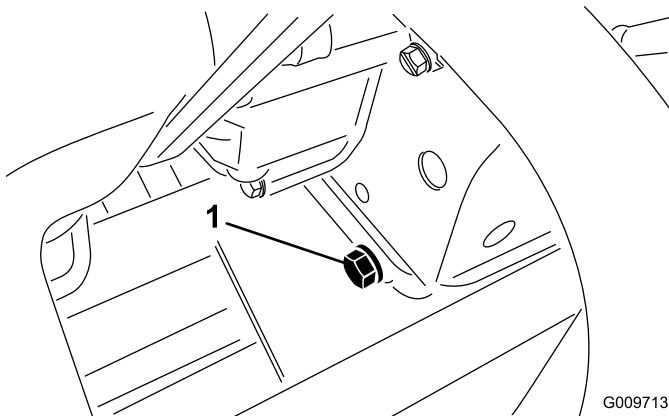

Bild 58
1. Entfernen Sie die hintere Ablassschraube (Bild 58) und lassen das Öl in ein Auffanggefäß ab. Schrauben Sie die Ablassschraube wieder ein, nachdem das Öl abgelassen ist.